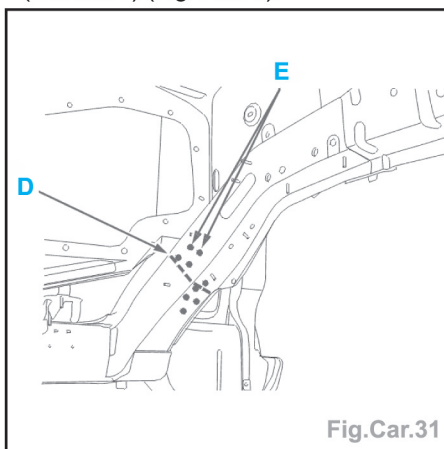

Fig.Car.31
- Souder par cordons successifs au MIG (suivant **D**) (Fig.Car.31).